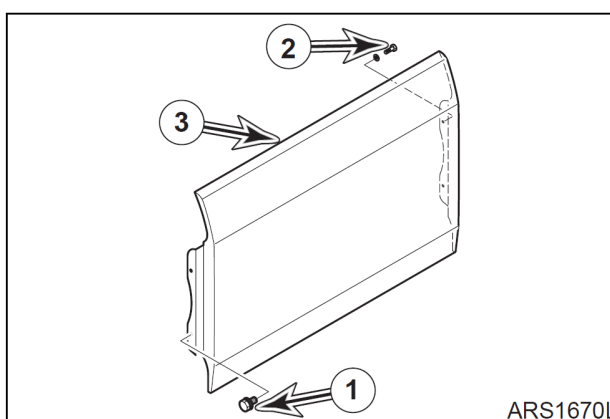

Рис. 14
5. Установить четыре болта (1 и 2, рис. 14) и крышку (3) с топливного бака и опоры.